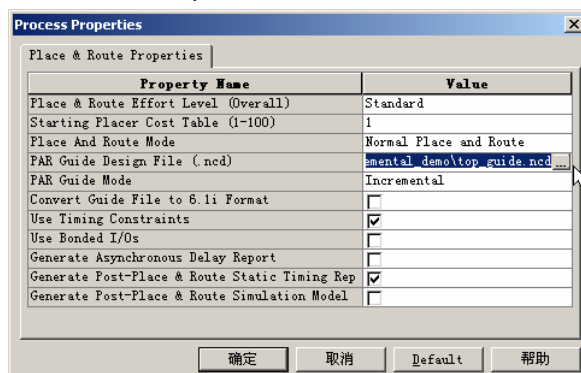

图8-36 ISE 中设置 Map 步骤 Guide 文件
- (3) 使用 Guide 文件进行增量 PAR。如图 8-36 所示，打开 ISE 中资源操作窗中 PAR 步骤的属性对话框，选择“PAR Guide Mode”为“Incremental”，然后指定指引文件“top_guide.ncd”的路径。单击 **确定** 按钮，保存 PAR 属性设置。查看 PAR 结果报告，如果区域分组、Logic Group 时序、Logic Group 资源利用率等方面都没有问题，则标志着整个增量实现过程已经成功。